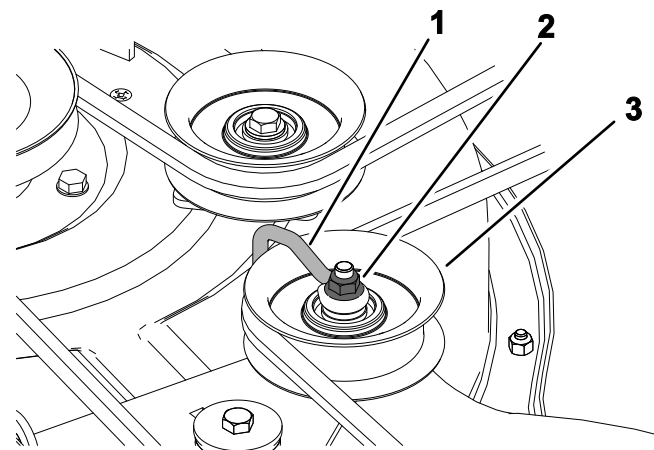

Bild 56
2. Schraube (3)
6. Lösen Sie die Mutter, mit der der Drahtbügel an der Spanscheibe befestigt ist (Bild 56).
Hinweis: Positionieren Sie den Drahtbügel gegen den Spannarm, wie in Bild 56 dargestellt.